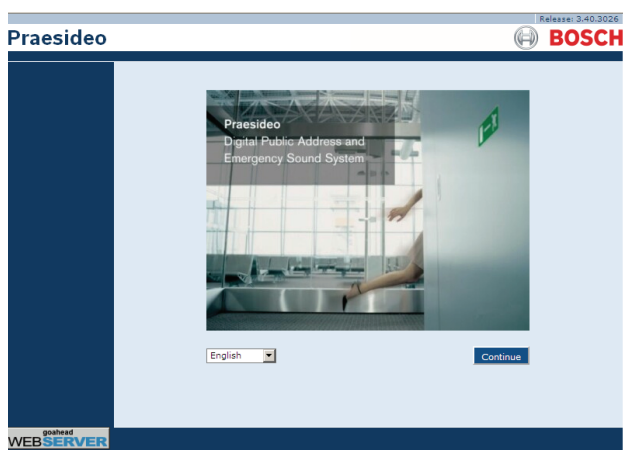

Abb. 40.1: Homepage der webbasierten Praesideo-Benutzeroberfläche
- 2 Geben Sie die IP-Adresse des Netzwerkcontrollers in der Adressleiste ein. Es erscheint ein Bildschirm, der dem in Abb. 40.1 ähnelt.
Klicken Sie auf die Schaltfläche **OK**. Es wird ein Bildschirm angezeigt, der ähnlich wie in Abb. 40.1 gezeigt aussieht. Der Anmeldevorgang für die Offline-Version der webbasierten Benutzeroberfläche funktioniert analog zur Online-Version.